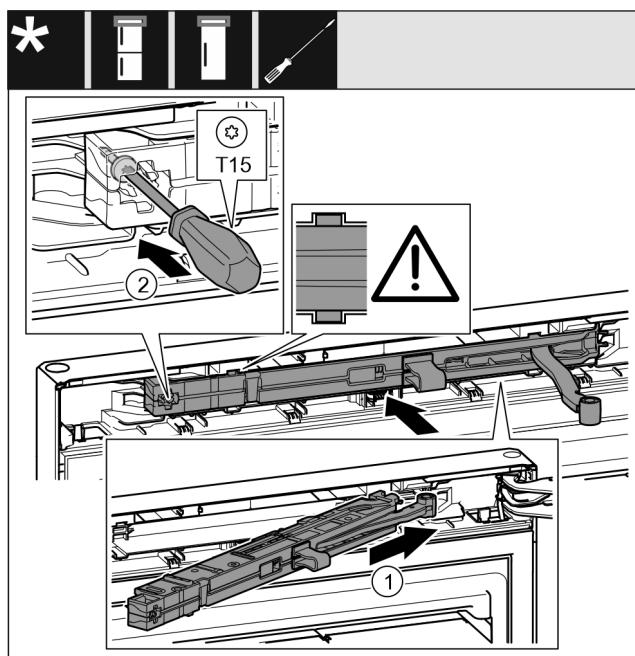

Fig. 49
- ▶ Enoto blažilnikov za zapiranje vrat na strani ležajnega podstavka potisnite v odprtino do prislona. Fig. 49 (1)
- ▶ Trdno privijte vijk z izvijačem T15. Fig. 49 (2)